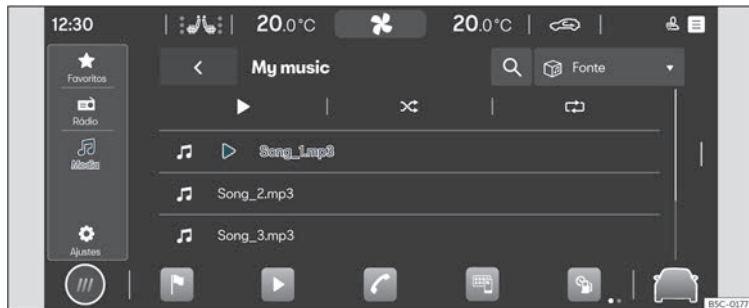

Fig. 128 Esquema: Vista Multimédia
- Pressione **HOME** > ► > 🎵 >>> Fig. 128 .